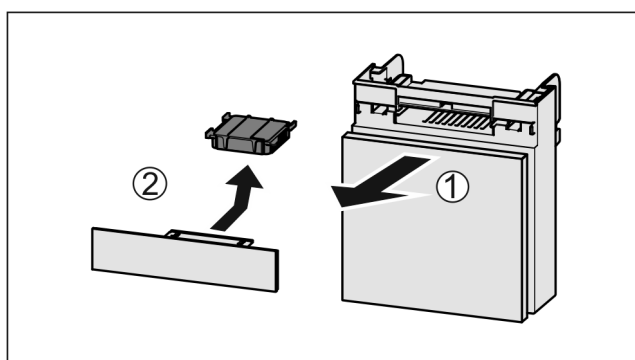

Fig. 126
- ▶ Extraire le compartiment par l'avant Fig. 126 (1).
- ▶ Sortir le filtre à charbon actif Fig. 126 (2).